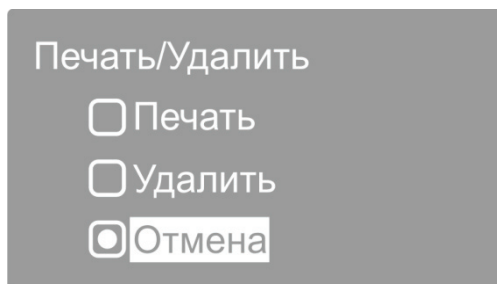

Рисунок 11 - Меню операций с таблицей данных.
3. При нажатии кнопки **ПЕЧАТЬ/УДАЛИТЬ** на дисплей выводится меню операций с таблицей (Рисунок 11).